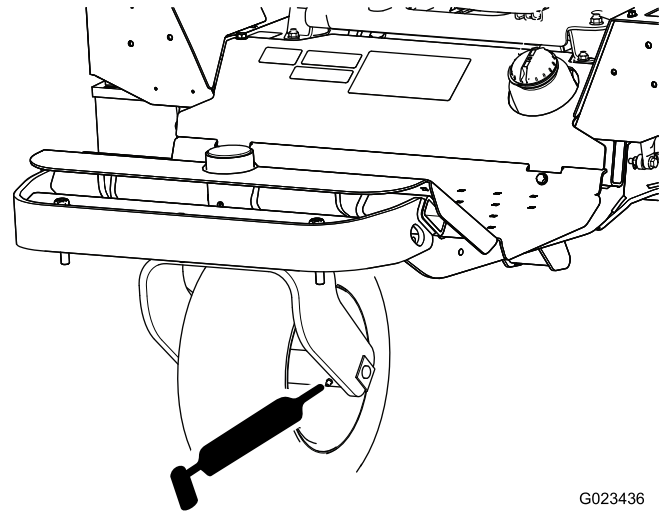

Figura 35
- Rolamento da roda dianteira (1)—Figura 35